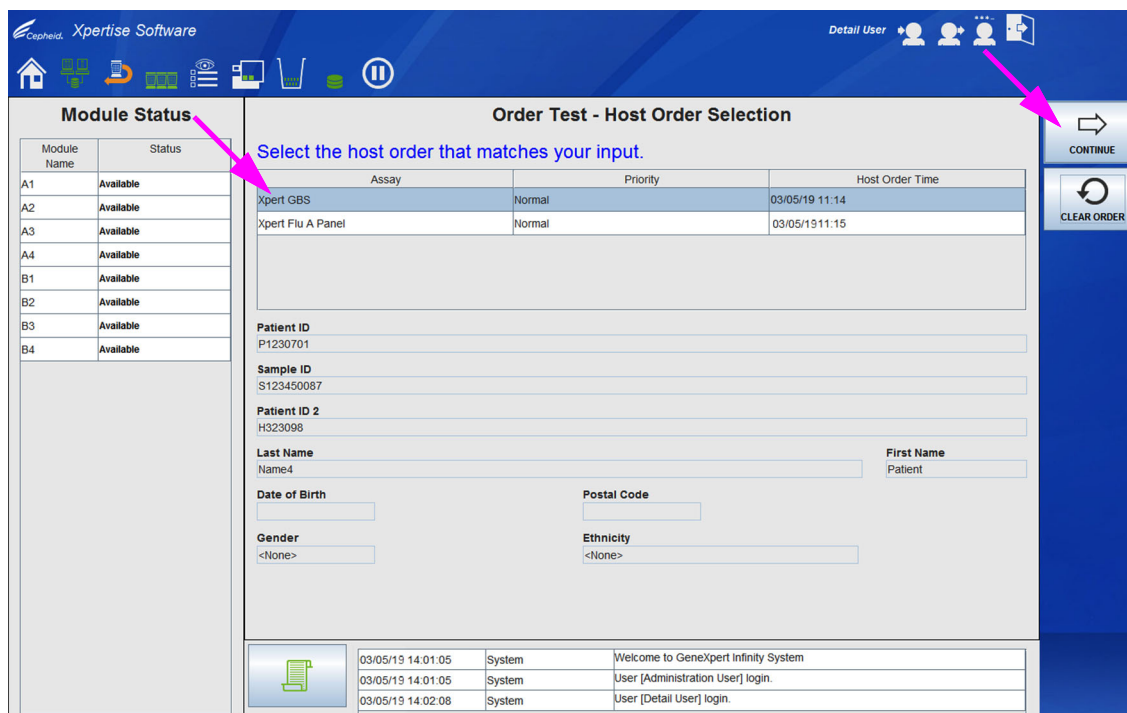

图 5-178. 指令测试 - 主机指令选择 (Order Test - Host Order Selection) 工作区 - 选择主机指令 (Select Host Order)
多个测试指令与同一个患者 ID (Patient ID) 和样品 ID (Sample ID) 匹配时，显示指令测试 - 主机指令选择 (Order Test - Host Order Selection) 工作区。请参见图 5-178。
1. 选择要处理的测试（请参见图 5-178），然后选择**继续 (CONTINUE)** 按钮。显示指令测试 - 扫描检测盒条形码 (Order Test - Scan Cartridge Barcode) 工作区。请参见图 5-179。